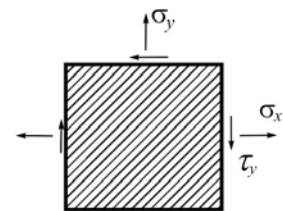

Рис. 2.34
2.34. Определить, при каком соотношении между напряжениями  $\sigma_x, \sigma_y, \tau_y$  в данной точке материала возникает линейное напряженное состояние (рис.2.34).